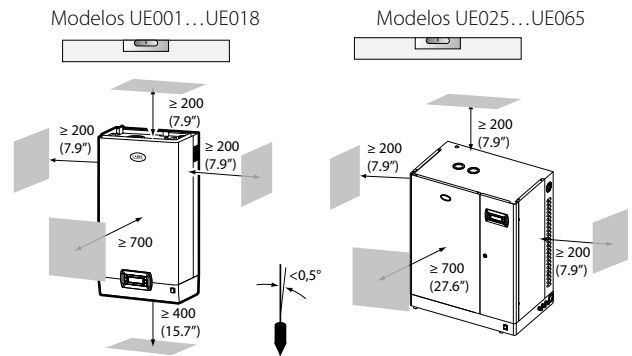

Fig. 1.c
- Ponga el humidificador en posición horizontal, respetando los espacios mínimos (ver Fig. 1.d) para las operaciones de mantenimiento.
Monte el humidificador en la pared por medio del soporte ya fijado al humidificador, utilizando el kit de tornillos proporcionado (para las dimensiones en mm, ver Fig. 1.d). Instrucciones para el montaje: